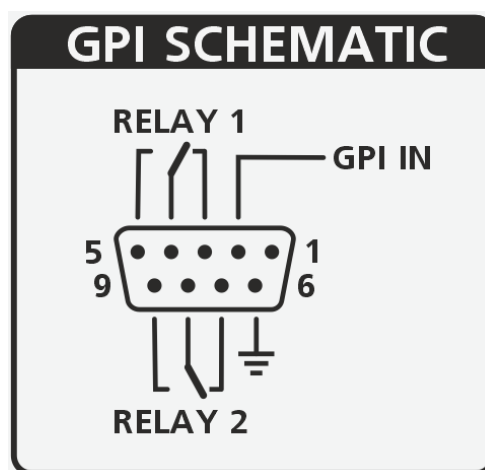

Рисунок 2
**Выходные сигналы GPI (General Purpose Interface)** – обозначает релейные контактные группы, которые могут находиться в одном из двух состояний – активном (A) или неактивном (N/A).
**Неактивное состояние (N/A)** – состояние выходных контактных групп при выключенном питании пульта, схематически изображенное на задней панели (рисунок 2):
**Активное состояние (A)** – состояние выходных контактных групп, противоположное неактивному: